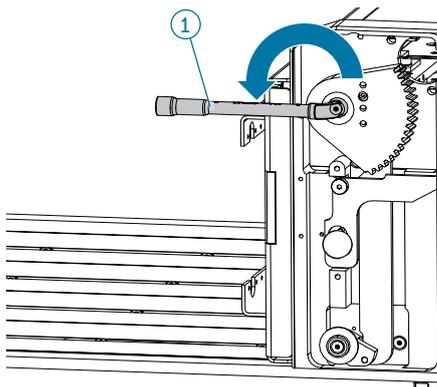

Abb. 156
- ▶ Lösen Sie die Befestigungsschrauben der Abdeckung (3) (Innensechskant SW 2,5).
- ▶ Nehmen Sie die Abdeckung der Seitenwanne (2) ab.
- ▶ Entfernen Sie die Befestigungsschrauben (4) des Motors und schieben Sie den Motor nach hinten bis die Zahnräder nicht mehr im Eingriff sind.
- ▶ Entfernen Sie die Abdeckung (5) und die Unterlegscheibe (6) mit der Schraube (7) (Innensechskant SW 2,5).
- ▶ Setzen Sie den Steckschlüssel SW8 (1) auf den nun freiliegenden Sechskant der Verriegelungswelle (9) auf.
- ▶ Zum Entriegeln des Receivers drehen Sie den Steckschlüssel gegen den Uhrzeigersinn, bis das System (8) vollständig entriegelt ist, siehe unterste Abbildung.
- ▶ Nach dem Entfernen des Adapters [ITA] bringen Sie den Steckschlüssel SW8 (1) wieder in Ausgangsstellung und bauen alles wieder in umgekehrter Reihenfolge zusammen (Abb. 156).